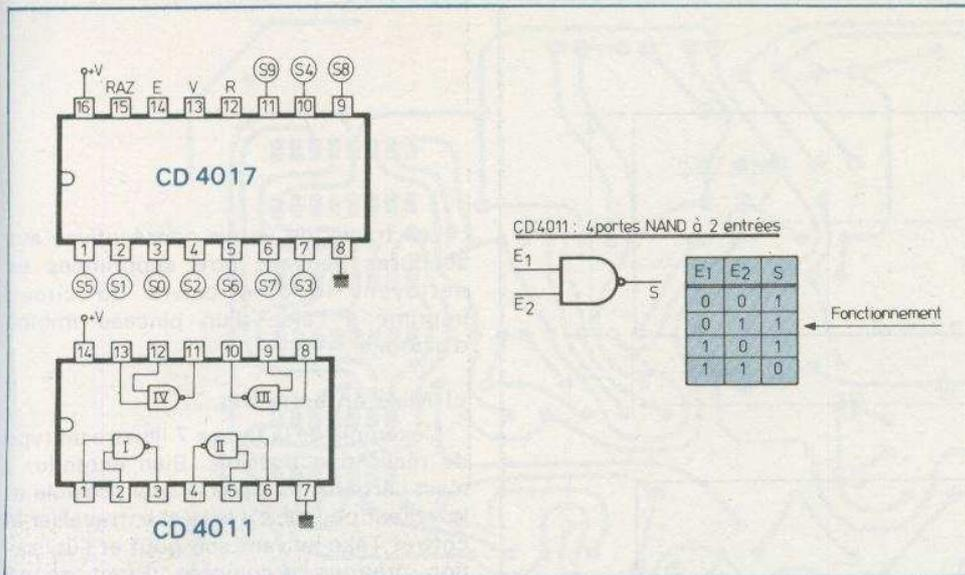

Fig. 4. - Brochage des deux CI utilisés et table de vérité d'une porte NAND.
La figure 4 montre le fonctionnement et le brochage d'un boîtier MOS CD4011
La figure 4 illustre le brochage et le fonctionnement d'un tel compteur, désormais bien connu de nos lecteurs. Le compteur  $IC_2$  est le compteur des unités, alors que  $IC_3$  est celui des dizaines. Seules les sorties  $S_9$  des deux compteurs sont utilisées; de cette manière, pour obtenir simultanément le niveau 1 sur ces deux sorties, il faut que l'entrée E (14) de  $IC_2$ , ait « reçu » 99 impulsions élémentaires en provenance du dispositif de temporisation.